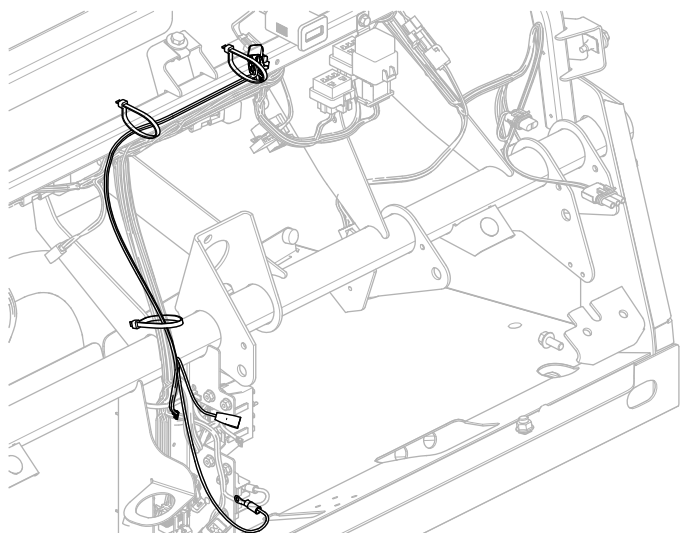

图4
1. 如图4所示布置线束。
6. 用 3 根扎带将线束固定到机器线束和仪表支撑管上（图4）。